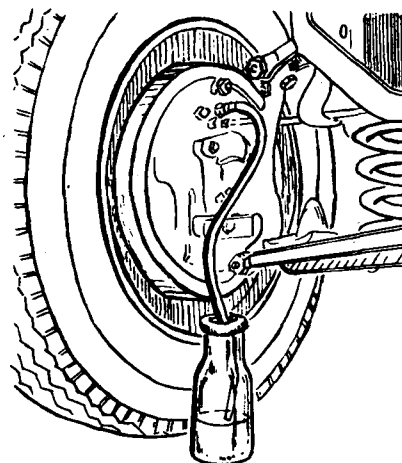

Fig. 1
- a Ligue, na roda que está mais longe do cilindro mestre, uma mangueira entre o sangrador e o depósito coletor de líquido (fig. 1).